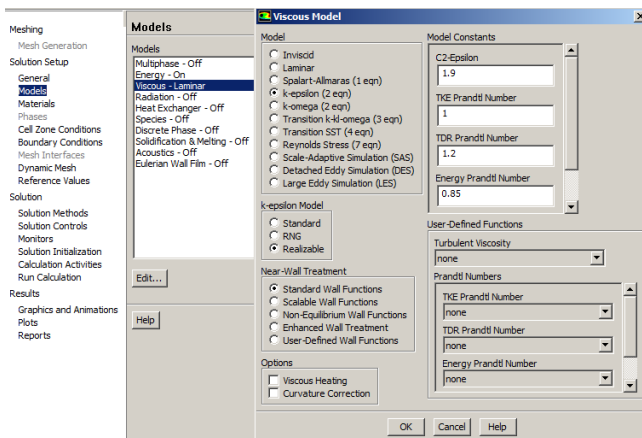

Рис. 32 – Выбор модели турбулентности
**Шаг 3.** Для правильного расчета параметров потока необходимо включить в расчет модель турбулентности  $k - \varepsilon$  *Realizable* (рис. 32). Для этого во вкладке *Models* → *Viscous* выбирается модель  $k - \varepsilon$ , а в настройках модели выбирается *Realizable*